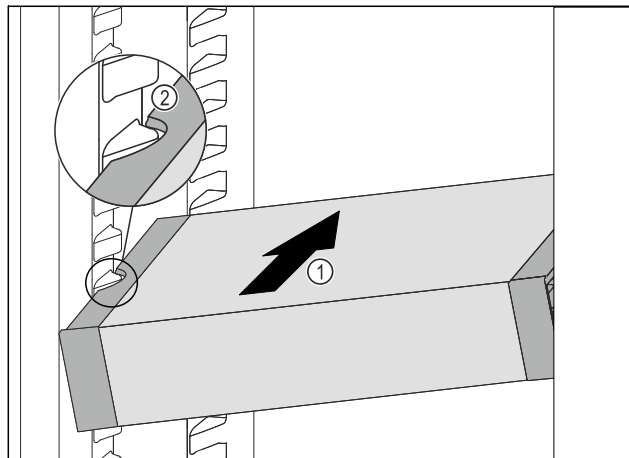

Fig. 198
- Zasuňte VarioSafe do chladničky pod úhlem tak Fig. 198 (1), aby vybrání na bocích Fig. 198 (2) VarioSafe byla na úrovni žebrování na nádoby v chladničce.